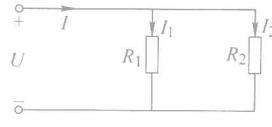

图 1-4 电阻并联
在同一电压作用之下，把这种连接关系叫做元件的并联，如图 1-4 所示。
**例 6：**如图 1-4 所示， $R_1 = 20\Omega$ ， $R_2 = 40\Omega$ ，求并联后的总电阻  $R$ 。